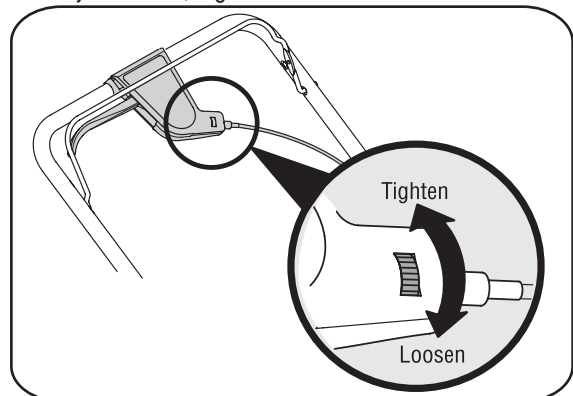

Figura 3-8
9. La rueda de ajuste está ubicada en el alojamiento de la manija de control de transmisión y se utiliza para ajustar o aflojar la correa de transmisión. Deberá ajustar el control de transmisión si la podadora no se autopropulsa con el control de transmisión enganchado o si las ruedas de la podadora vacilan con el control de transmisión enganchado. Si ocurre alguna de estas condiciones, rote la rueda de ajuste en sentido de las agujas del reloj para ajustar el cable o en sentido contrario a las agujas del reloj para aflojar el cable, Figura 3-8.